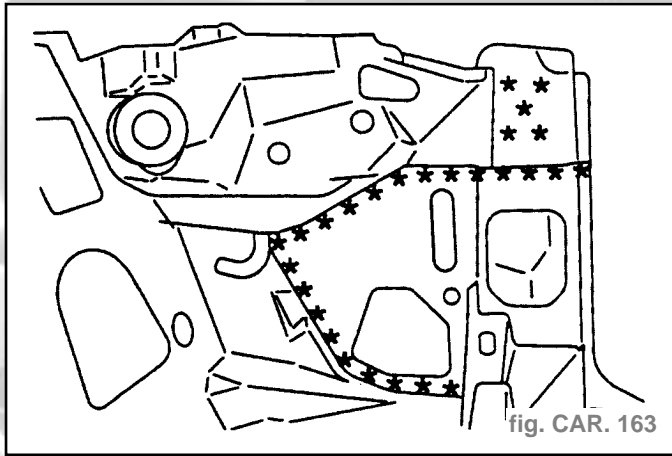

fig. CAR. 163
- Découper par fraisage des points (fig. CAR. 163).